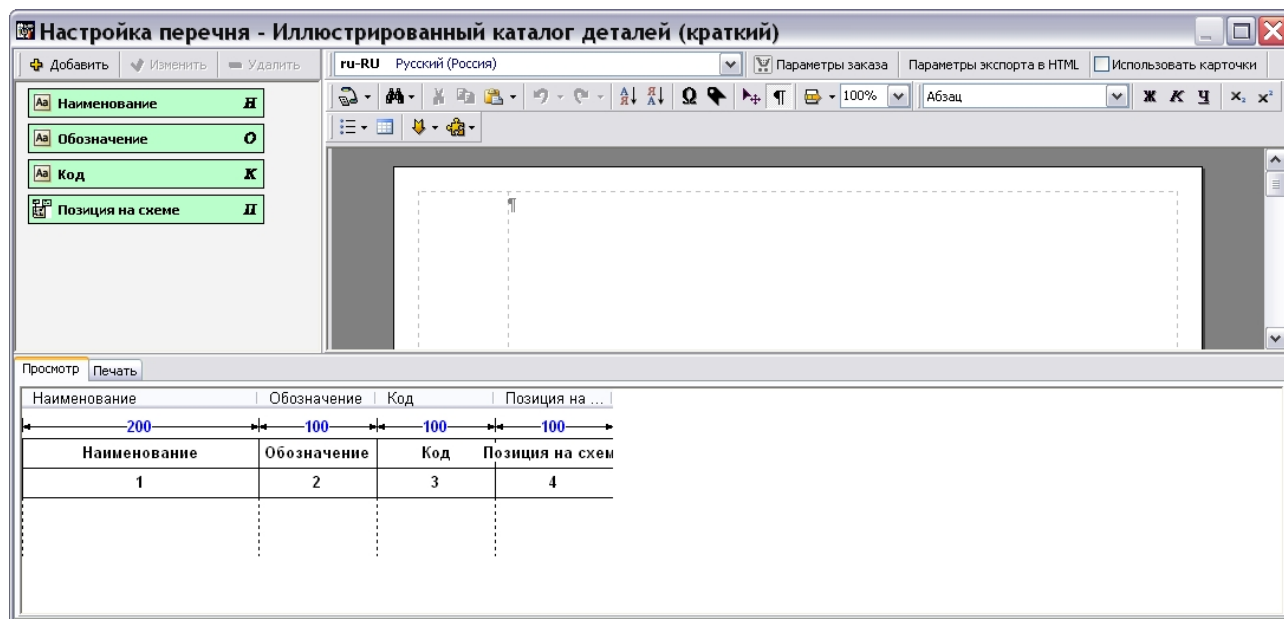

Рис. 3.16
5. Нажмите на кнопку . Если при создании проекта не заданы языки, то редактирование шаблона электронного каталога невозможно. При нажатии на кнопку **Применить** появится предупреждение об этом. Если языки проекта указаны, то созданный шаблон документа появится в списке шаблонов в окне **Шаблоны документов** и сразу откроется для редактирования (Рис. 3.16).
В редакторе шаблона каталога автоматически создаются четыре обязательных атрибута электронного каталога (Рис. 3.16):
1. В окне **Настройка перечня** выделите атрибут **Наименование** (Рис. 3.16).